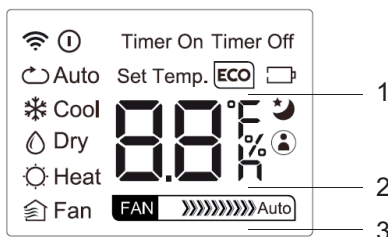

fig. 6 -
1. Praca w trybie "ECO" (część 1 "fig. 6 -") (na wyświetlaczu urządzenia wewnętrznego pojawia się komunikat "E--O" z pojawiającymi się po sobie literami, po których następuje wskazanie ustawionej temperatury)
2. Praca w trybie SLEEP (Sen) (poz. 2 "fig. 6 -")
3. Praca w trybie „FOLLOW ME” (Idź za mną) (poz. 3 "fig. 6 -")